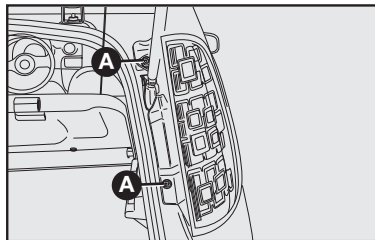

fig. 18
1) retirar os dois parafusos **A-fig. 18** usando chave específica (não fornecida). Puxar a lanterna para fora de maneira a soltar das duas travas.
5) recolocar o grupo ótico da lanterna, apertando os parafusos **A-fig. 18**.